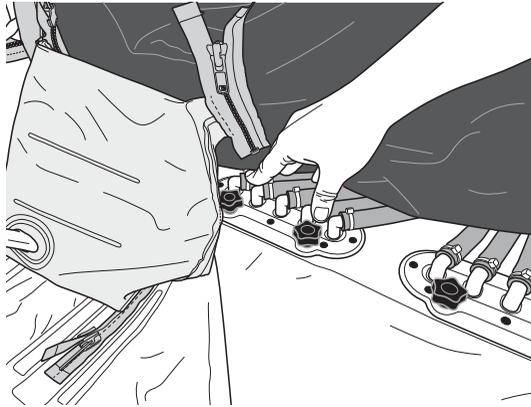

Figura 7: presione firmemente los conectores de aire
3. Si el colchón no se infla o si se escucha una fuga de aire, compruebe que las válvulas de RCP están cerradas. Averigüe si hay alguna fuga en el punto de conexión entre el colchón y el armazón. Consulte la sección Conexión del colchón de aire integrado, figura 7, para apretar esta conexión.